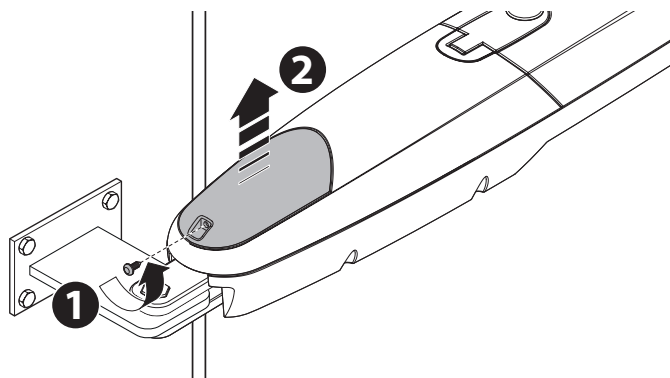

Fig. 13
**01.** Enlevez le couvercle du motoréducteur (voir fig. 13);